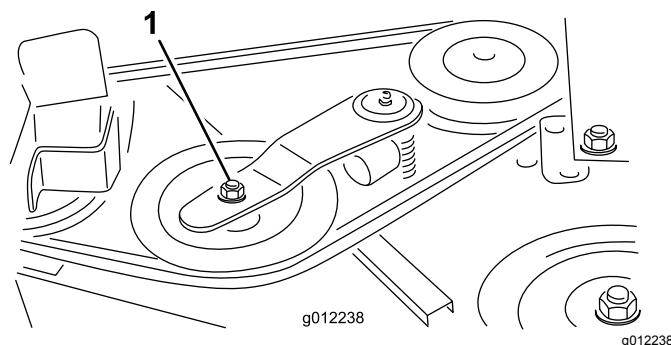
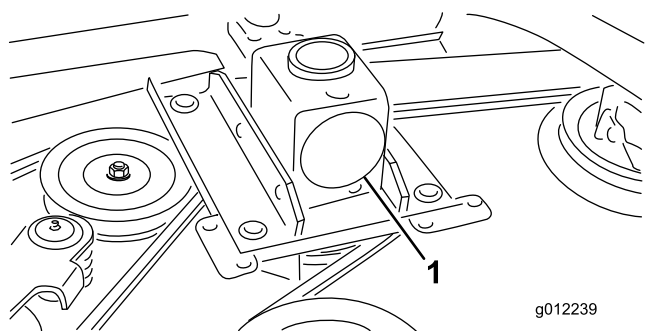

Figura 31
Figura 32
2. Utilizando uma chave de aperto ou ferramenta semelhante, afaste a polia intermédia (Figura 31) da correia da transmissão para libertar a tensão da correia e permitir que esta saia das polias da caixa de velocidades (Figura 32).